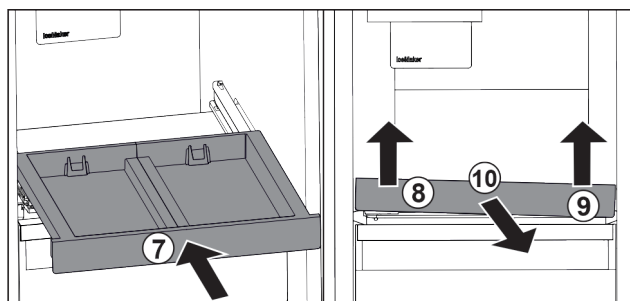

Fig. 140
- ▶ Gurnite izvlačnu ploču. Fig. 140 (7)
- ▶ Podignite izvlačnu ploču naprijed lijevo. Fig. 140 (8)
- ▶ Podignite izvlačnu ploču naprijed desno. Fig. 140 (9)
- ▶ Izvadite izvlačnu ploču prema naprijed. Fig. 140 (10)